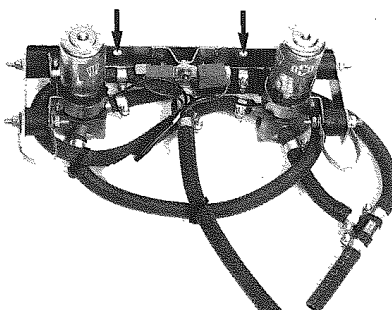

Fig. 29 - Viti di fissaggio
- Allentare le viti di fissaggio (**Fig. 29**) e smontare il supporto pompe dal telaio.
- Loosen fixing screws (**Fig. 29**) and disassemble pump support from the frame.